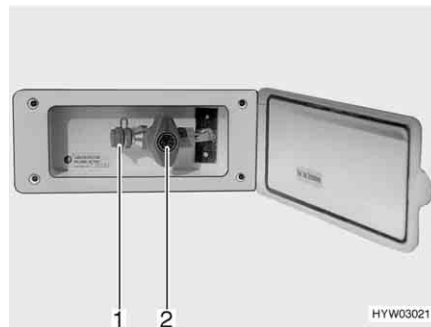

Fig. 111 Toma exterior de gas, válvula de paso de gas cerrada
La toma externa de gas (Fig. 111) está, en función del modelo, en la parte trasera o en el lado izquierdo o derecho del vehículo.
- Conectar el aparato de gas externo en el punto de conexión (Fig. 111,1).
- Abrir la válvula de paso de gas (Fig. 111,2).